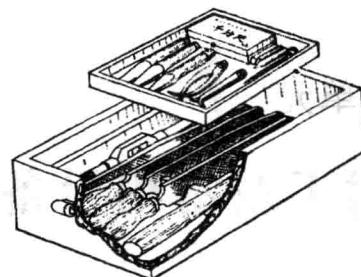

图 1-1 工具柜
- 2) 将工件和工量具整齐地摆放在工具柜内，如图 1-1 所示。